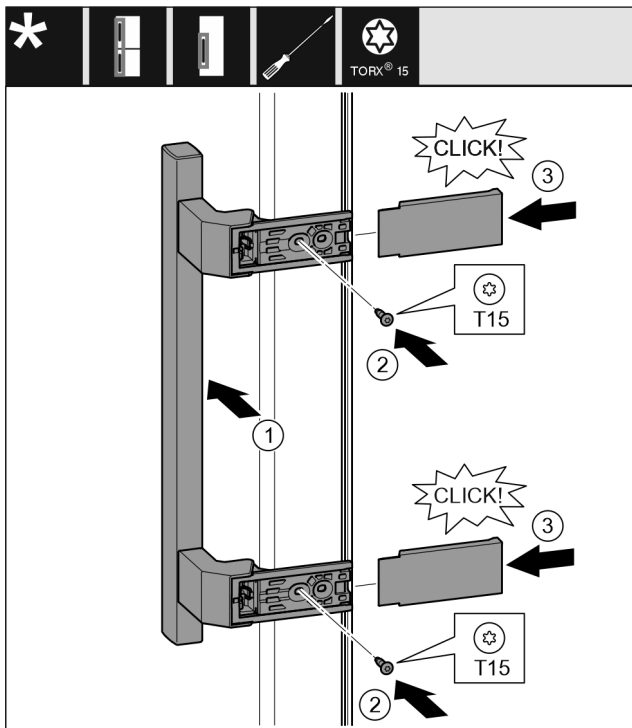

Fig. 20
- ▶ Držadlo nasadíte na opačnú stranu. Fig. 20 (1)
- ▶ Skrutkovačom T15 pevne zaskrutkujete skrutky. Fig. 20 (2)
- ▶ Kryty nasadíte a nasuňte z boku. Fig. 20 (3)